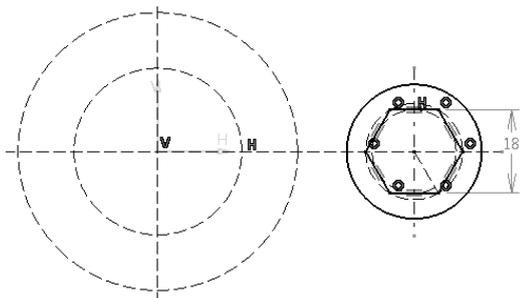

图 5-133
- 对正六边形进行尺寸约束和几何约束，如图 5-133 所示。